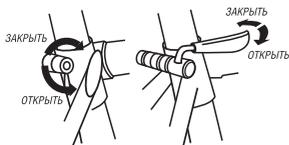

Рис. 3. Установка седла
- отпустите зажим эксцентрика или зажимающий винт (рис.3)